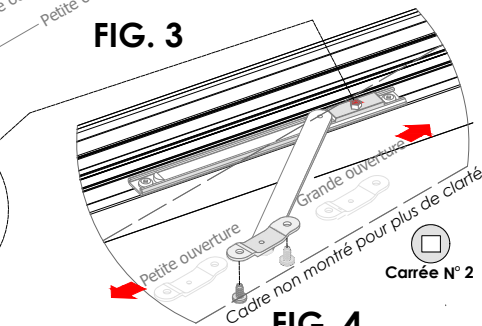

FIG. 4
- Retirer les 2 vis qui retiennent le support sur le cadre. **Voir FIG. 4.**